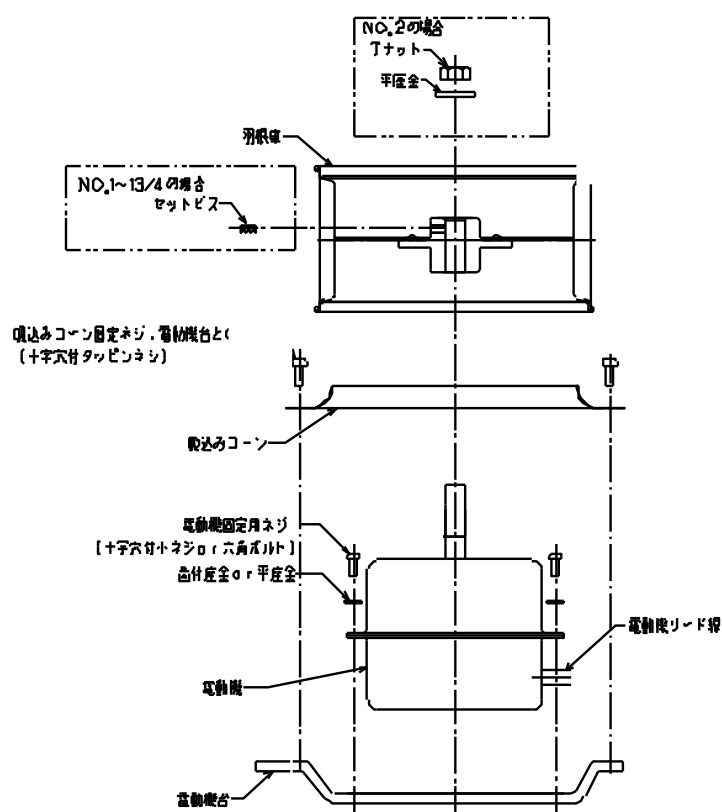

図10 内蔵ファン分解図
- (6) 内蔵ファンの羽根車を外す際は、セットビスが羽根車についていますので、緩めて外してください。…図10 参照 (羽根車は、傷つけないように注意してください。)
- (7) 内蔵ファンの電動機を外す場合は、(6)にて羽根車を外し、吸込コーンを外した状態で、電動機固定用ねじを外してください。…図10 参照